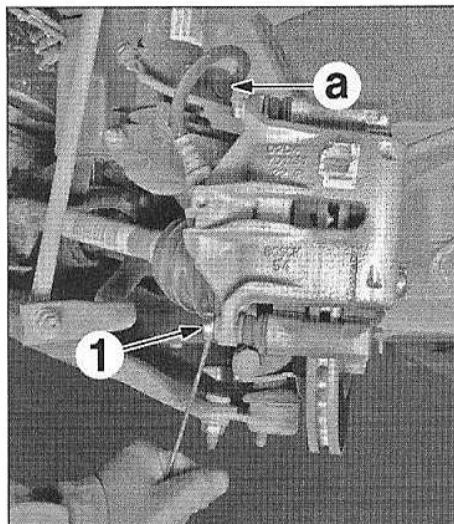
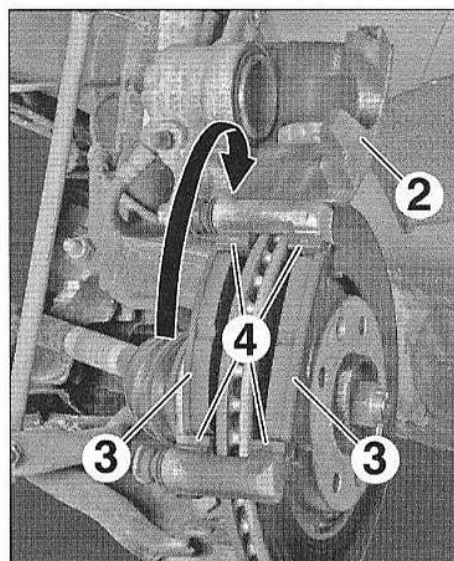

FIG.2
FIG.3
- Défaire le flexible de liquide de frein de l'élément de suspension en (a) (Fig.2).
- Déposer la vis (1).
- Basculer l'étrier (2) vers le haut (Fig.3).
- les plaquettes de frein (3),
- les cales (4).